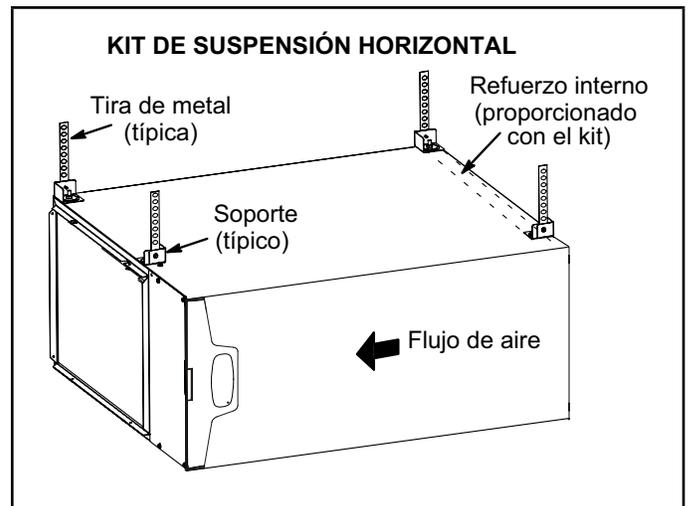

**Figura 17**
El calefactor EL196UHE se puede instalar en aplicaciones horizontales con descarga de aire a la derecha o a la izquierda. Consultar la Figura 17 con respecto a los espaciamientos en las aplicaciones horizontales.
- 1 - Seleccione la ubicación de la unidad teniendo en cuenta el espaciamiento de servicio y otros espaciamientos necesarios. Ver la Figura 17.